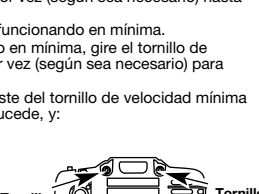

Fig. 40
- Limpie la suciedad de alrededor de la cubierta del brazo oscilante. Saque el tornillo que sostiene la cubierta del brazo oscilante con un destornillador grande de vástago plano o con una broca Torx T-25 (Fig. 40). Saque la cubierta y la junta del brazo oscilante.